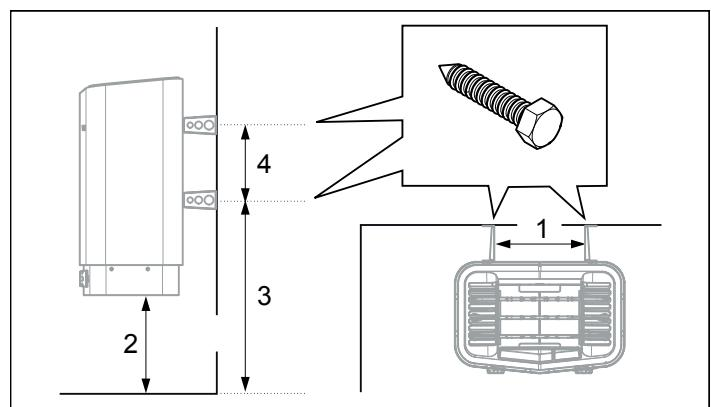

Fig 11: Måtsättning
9. Placer konsolskruvorna enligt måtsättning se Fig 11.